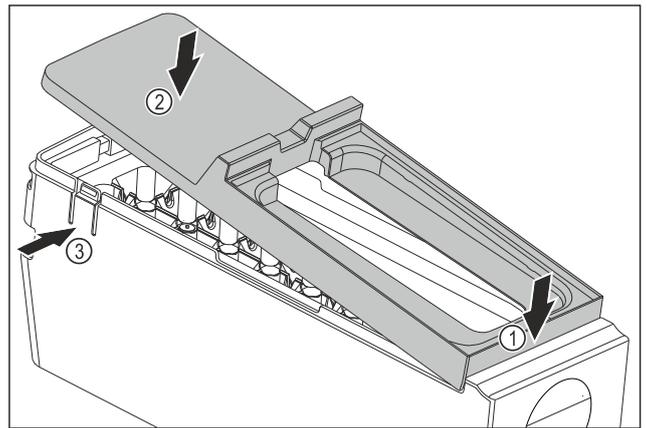

Fig. 90
- ▶ Montare la copertura del corpo dell'EasyTwist-Ice: Applicare la copertura sul davanti. Fig. 90 (1)
- ▶ Abbassare la copertura sul retro. Fig. 90 (2)
- ▷ La copertura si innesta in entrambe le linguette Fig. 90 (3) in modo udibile.